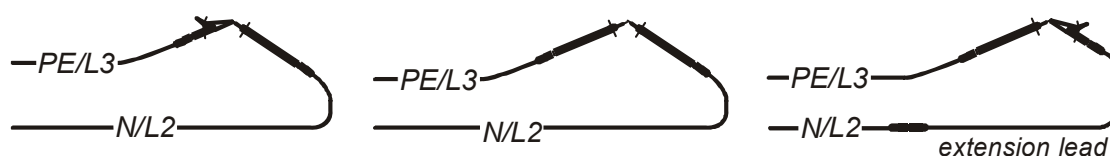

Рисунок 5.11 – Закороченные испытательные кабели
- ❑ Замкните накоротко испытательные проводники (см. *рис. 5.11*).